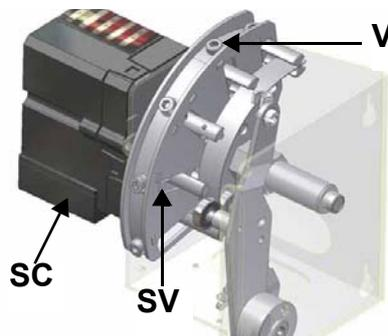

Fig. 34
- 8 sempre in **alta fiamma** e con il servocomando in posizione a 90°, individuare la vite **V** del settore variabile **SV** (Fig. 34), corrispondente ai cuscinetti che scorrono sulla lamina, relativi alla posizione del servocomando
**Nota:** Se è necessario modificare la potenza del bruciatore in bassa fiamma, agire direttamente sulla corrispondente camma del servocomando (vedi paragrafo successivo). Dopo questa operazione controllare la portata del gas e verificare i valori di combustione. In caso di difetto o eccesso d'aria, agire sulle viti **V** del settore variabile (Fig. 34) in corrispondenza del punto di regolazione dell'aria della bassa fiamma (svitando la portata aumenta, avvitando diminuisce).